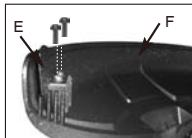

Рисунок. 19
1. Снимите отрезной нож (А) с кожуха режущей насадки (В) (рис. 19).